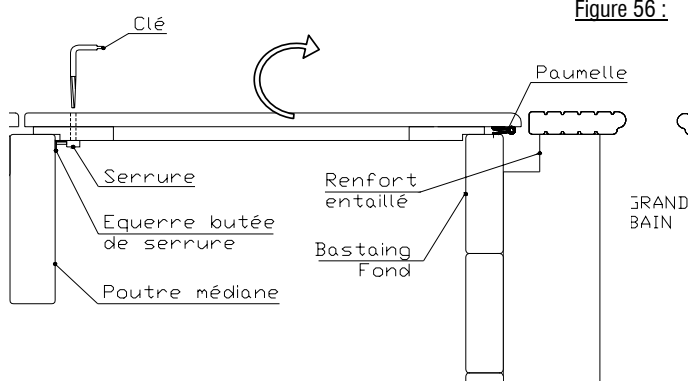

Figure 56 :
f) Visser les paumelles inox 3/19/230, vis inox Ø4x25 (fig. 56).
- g) Placer les serrures (vis Ø3,5x40) (fig 56).